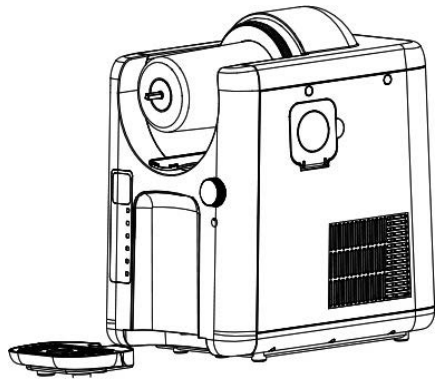

Abb. 9
10. Entnehmen Sie den Mischer (Abb. 9) und wischen Sie anschließend eventuelle Flüssigkeitsrückstände vom Grundgehäuse. Reinigen Sie den Kühlzylinder und die Dichtung mit einem sauberen Tuch.